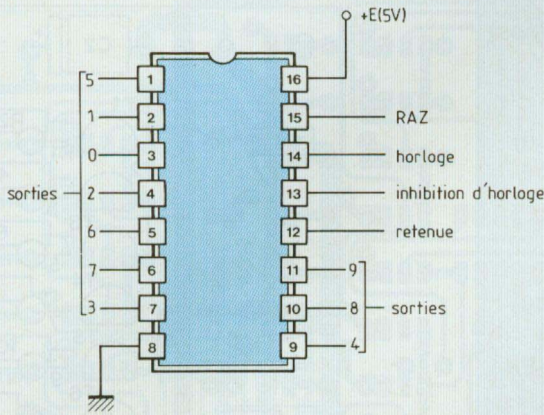
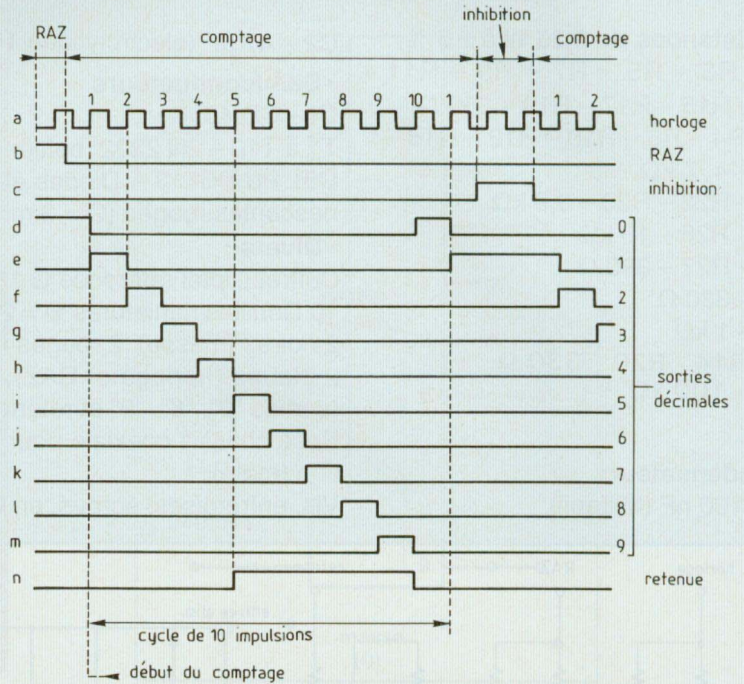

Fig. 1 : Brochage du compteur CD 4017.
Fig. 2 : Diagramme des états des entrées et des sorties.
On en trouvera le brochage en figure 1, tandis que les diagrammes de la figure 2,
Pour l'essentiel et sous certaines conditions précisées ultérieurement, le CD 4017 compte les impulsions positives (ligne **a**, figure 2) appliquées à son entrée d'horloge (broche 14). A chaque instant, une seule des dix sorties, numérotées "0" à "9" (lignes **d** à **m**), se trouve à l'état logique 1 (+5 V). Le flanc montant d'une impulsion d'horloge décale d'un rang cet état. Par exemple, à l'arrivée de l'impulsion n° 2 (figure 2), la sortie "1" retourne à l'état 0, alors que la sortie "2" bascule vers l'état 1. A la dixième impulsion d'horloge, le cycle est terminé ; il se reproduit, de façon identique, à partir de la onzième impulsion.
- l'application d'un niveau 1 sur la broche 13 inhibe le comptage. Les sorties restent figées dans l'état qu'elles occupaient précédemment. C'est la situation illustrée vers la fin de la ligne **c** de la figure 2. Le comptage reprend sur la première impulsion d'horloge qui suit le retour à 0 de l'entrée d'inhibition.